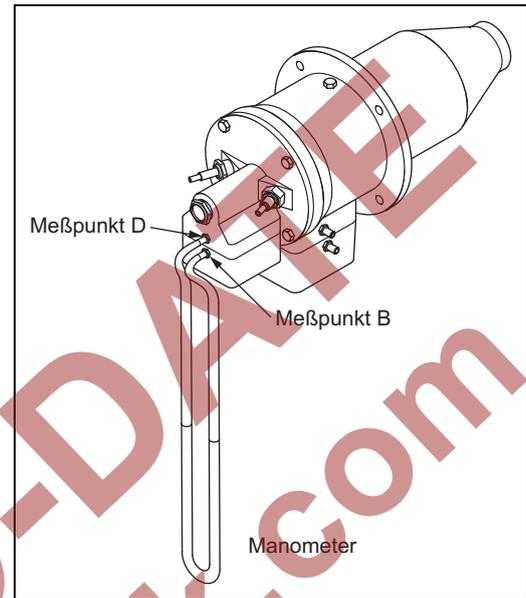

Abbildung 4.4. Stellen Sie die Gasmenge für Volllast ein
2. Schließen Sie ein Manometer an die Messstutzen B und D an (über die Messblende, siehe Abbildung 4.4).
2. Schließen Sie ein Manometer an die Messstutzen A und C an (über die Messblende), siehe Abbildung 4.4).